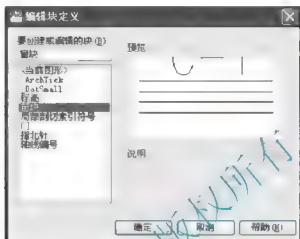

图 3.83 【编辑块定义】对话框
(1) 利用【块编辑器】修改“窗”图块。块编辑器的作用是对图块库内的图块进行修改。
① 选择菜单栏中的【工具】|【块编辑器】命令, 打开【编辑块定义】对话框, 如图 3.83 所示。